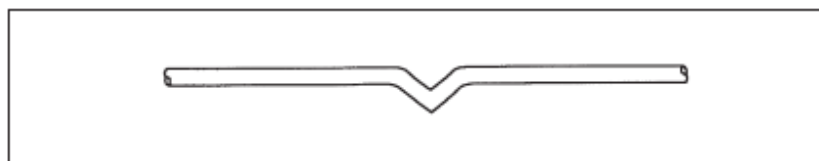

Figura 2
A. Lentamente e com cuidado descole o lado traseiro do adesivo. **NOTA:** Ao descolar a capa traseira, certifique-se que os adesivos permaneçam unidos à etiqueta dianteira. Figura 2.
- Uma torção no Cabo. Veja Figura 2.